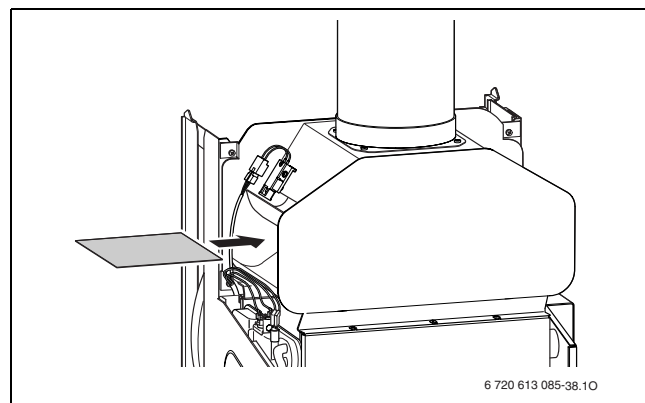

Fig. 54
- ▶ Inserire la lamiera, nell'apertura laterale del rompi tiraggio (vedere fig. 54).